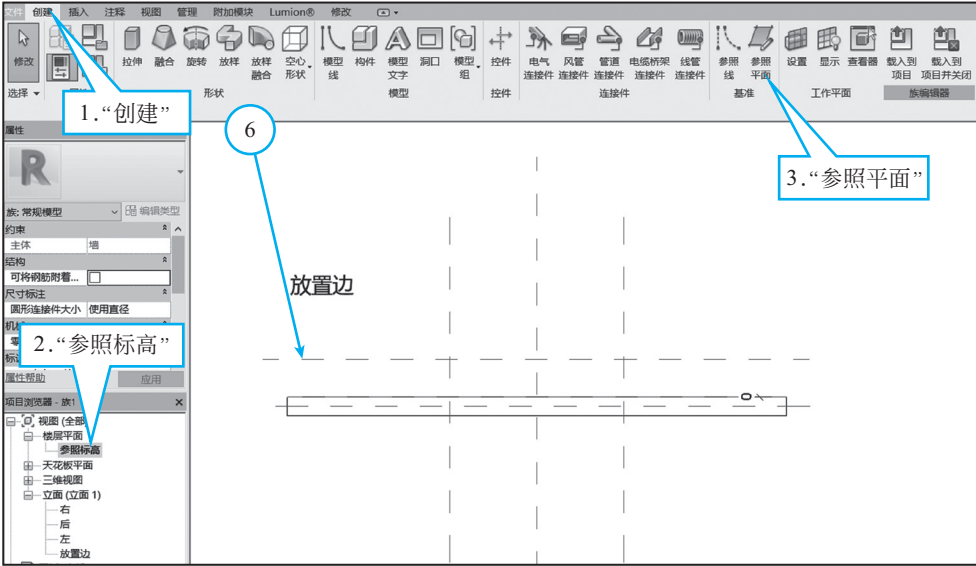

图 1-5 绘制参照线
双击“楼层平面”→“参照标高”，按照“放置边”立面绘制参照线的方法给“参照标高”绘制参照线⑥（参照线间无特定距离要求，按图 1-5 中规格布置即可）。